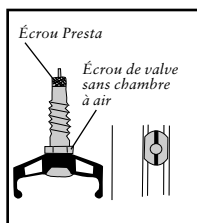

Figure 3.88 - Tige de valve sans chambre à air
2. Alignez la fente sur la tête de la valve sans chambre à air avec la jante (figure 3.88) et appuyez sur la tige de la valve à travers le protecteur de la jante et la jante.
3. Enfillez l'écrou de valve sans chambre à air (figure 3.88) sur la valve et serrez solidement à la main. Il ne devrait pas y avoir d'espace entre la valve et le protecteur de jante.
1. Retirez l'écrou de la valve du pneu sans chambre à air (figure 3.88).